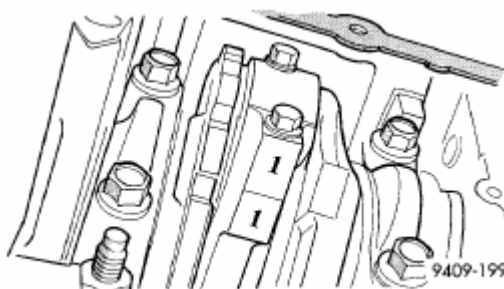

Рис. 62. Пометить шатун по цилиндру.
- (2) Снять масляный поддон. Надписать номер цилиндра на боковой поверхности шатуна и крышки (Рис.62) для идентификации.
- (3) Поршни имеют маркировку направления на первой половине поршня, направленной **к передней части** двигателя.
- (4) Снимать поршни и шатуны необходимо сверху блока цилиндров. Проворачивать коленвал так, чтобы каждый шатун располагался по центру отверстия цилиндра.
- (5) Снять балансировочный вал в сборе.
- (6) Снять болты крышек шатунов. Вытолкнуть каждый узел поршня и шатуна из отверстия цилиндра.